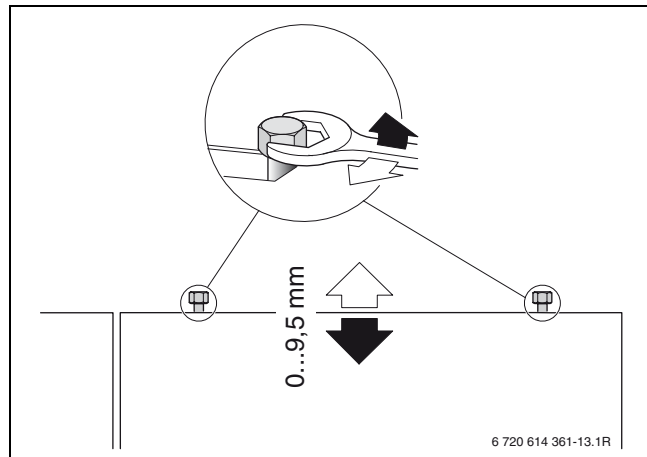

Bild 18
- ▶ Klemmverschraubungen der Kaltwasseranschlussteile (9), (10) und (11) anziehen.
**i** Um Verspannungen zu vermeiden, ziehen Sie jetzt die Klemmverschraubungen (8) und (12) nur leicht an. Erst nach dem Ausrichten des Speichers (→ Bild 18 auf Seite 12) ziehen Sie die Klemmringverschraubungen nach.